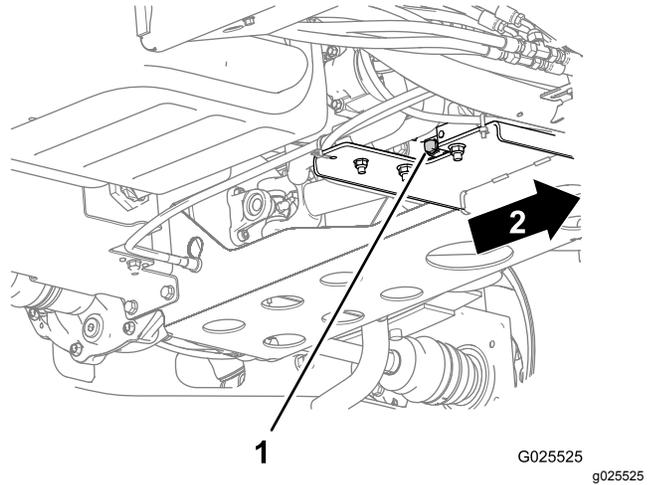

图44
- 对齐排油塞下的大排放盘图44。
- 拆下排油塞让油流入放油盘图44。